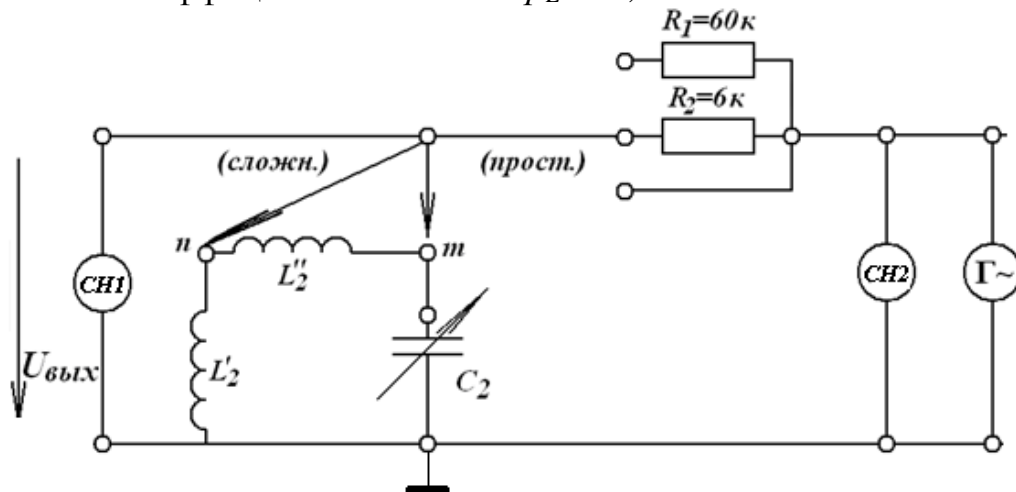

Рисунок 3.2 – Схема исследования входных характеристик параллельного контура.
Подключение измерительных приборов для исследования резонансных характеристик $Z_{вх}(f) \equiv U_{к}(f)$ показано на рис.3.2:
- 2) собрать схему рис.3.2 с $R_2=6кОм$ и полным включением контура (простой контур) (питание, CH2 и CH1 к точке m);